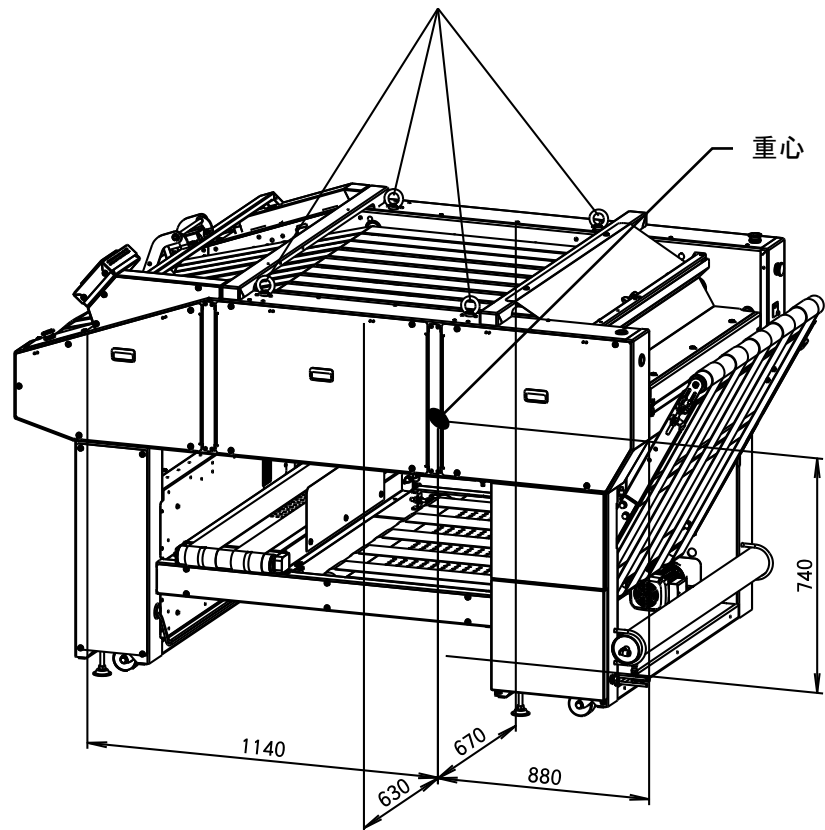

図3-1
- 3) クレーン等で機械を吊り上げるときは、本体上部(図3-1)の4ヶ所に必ずフックを掛けて吊り上げます。
重心位置(図3-1)